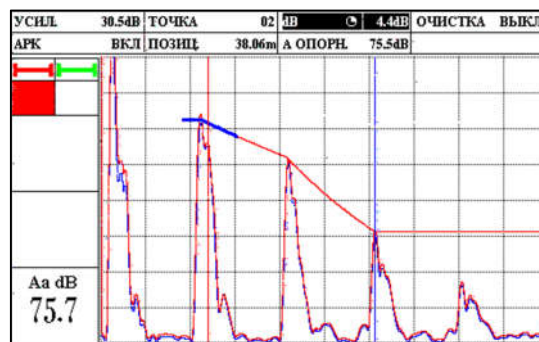

Рисунок 2.49 – Установка уровня ослабления сигнала третьей точки
15. Уровень ослабления «dB» установить таким образом, чтобы кривая АРК опустилась до пика третьего отражателя (рис. 2.49).